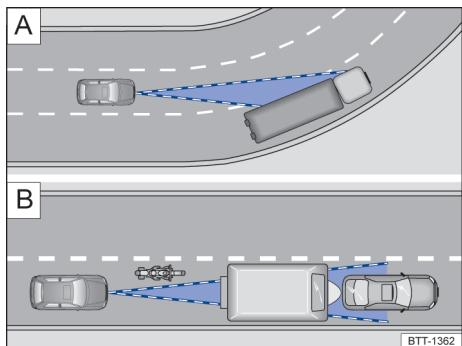

Fig. 96 [A] Condução em curva. [B] Veículos fora da área de alcance do sensor do radar
O sensor do radar sempre realiza as medições em sentido reto. Por isso, veículos em curvas fechadas podem ser accidentalmente detectados ou veículos à frente podem não ser detectados → Fig. 96 [A].
- Veículos que conduzem fora da área do sensor em pequena distância do próprio veículo, por exemplo, motocicletas → Fig. 96 [B].